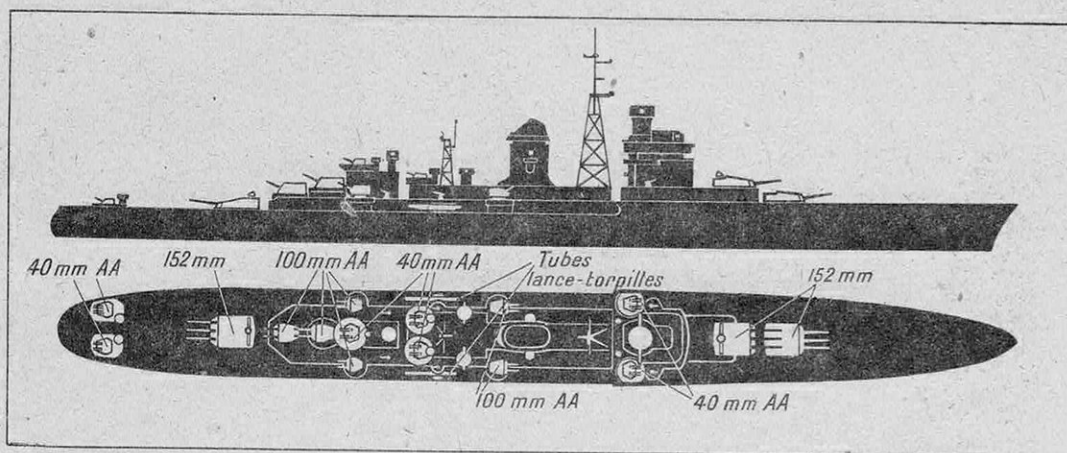

FIG. 3. — LE CROISEUR « DE GRASSE »
Notre marine, d'autre part, ne saurait être renforcée beaucoup dans un avenir prochain. L'état de l'industrie lourde française et les dures nécessités financières n'ont même pas permis de reprendre la construction de toutes les unités retrouvées intactes sur cale malgré la dévastation de nos ports et arsenaux. Il a fallu faire un choix, et tous les efforts se concentreront sur le navire de ligne *Jean-Bart* encore démuné d'artillerie et dont deux machines sur quatre sont à compléter, mais qui ne sera pas présenté aux essais avant trois ans (1), sur le croiseur *De Grasse* (fig. 3), sur quatre sous-marins de 800 tonnes du type *Créole*, sur quelques avisos et des escadrilles aéronavales. On espère pourtant entreprendre la construction d'indispensables porte-avions, mais, avant de commen-
(1) Le *Jean-Bart* fut mis en chantier aux Ateliers et Chantiers de la Loire en janvier 1937 et lancé le 6 mars 1940.